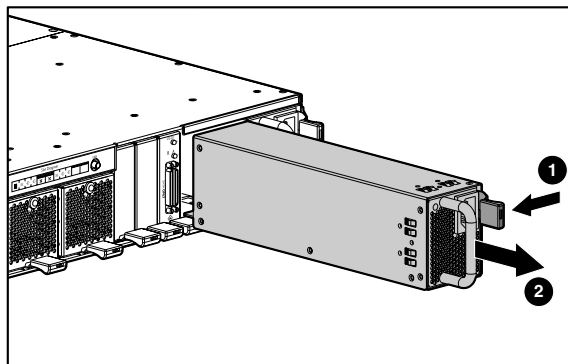

Figura 4: Rimozione dell'alimentatore
1. Premere la levetta rossa del modulo dell'alimentatore ❶ e contemporaneamente estrarre l'alimentatore dal contenitore ❷ come illustrato nella Figura 4.